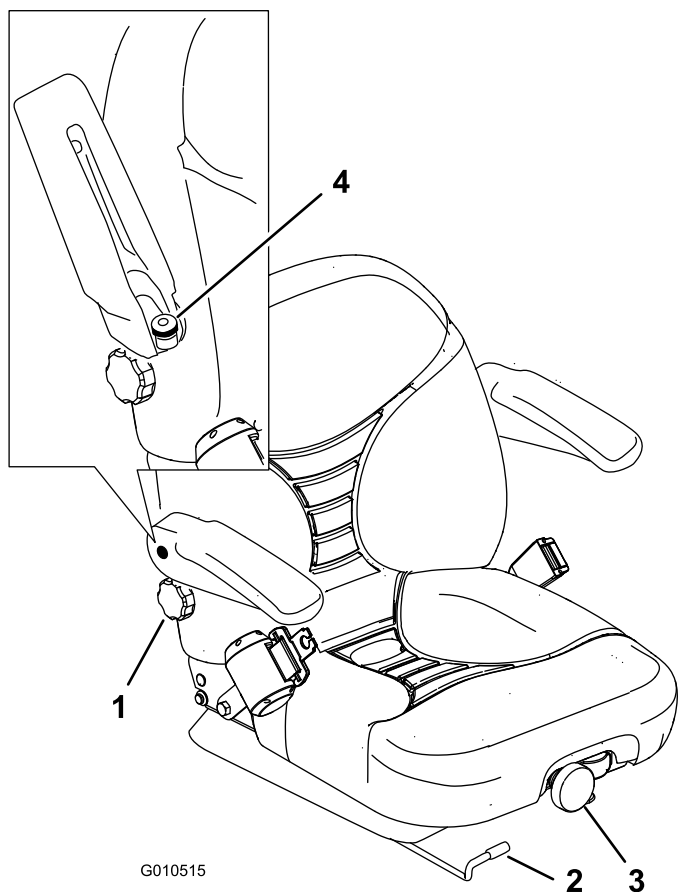

Figura 30
1. Il sedile si regola spostando da un lato la leva per sbloccarlo (Figura 30).
Per spostarlo, girate la manopola anteriore nella direzione opportuna, fino ad ottenere il migliore comfort (Figura 30).
Per spostarlo, girate nella direzione opportuna la manopola situata sotto il bracciolo destro, fino ad ottenere il migliore comfort (Figura 30).
Per spostarlo, sollevate il bracciolo e girate nella direzione opportuna la manopola, fino ad ottenere il migliore comfort (Figura 30).